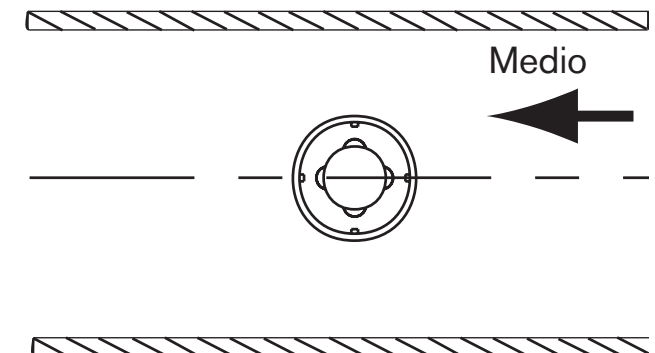

Fig. 3
- Una vez alcanzada la longitud L, siga enroscando el fitting hasta que 2 de las 4 ranuras de colocación (véase la Fig. 3) queden alineadas con el eje de la tubería.